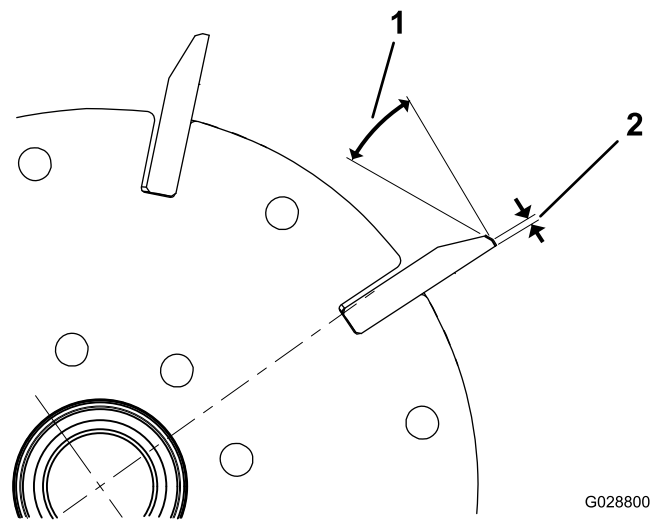
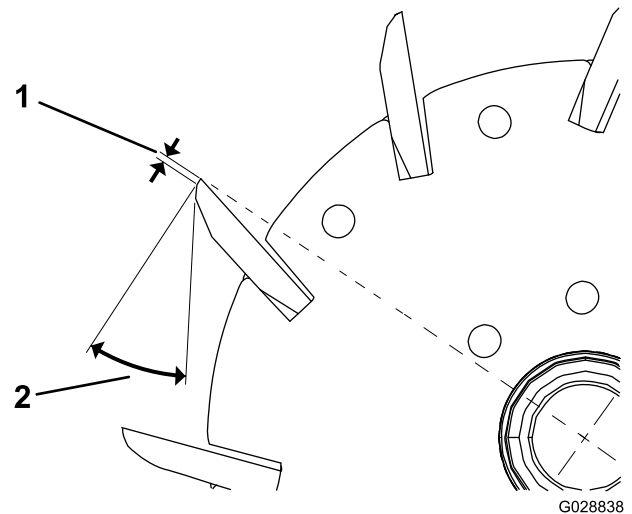

Figure 22
Figure 23
1. Créez un angle de dépouille de 30 degrés sur toutes les lames du cylindre jusqu'à obtention d'une facette de 1,3 mm de largeur (Figure 22 et Figure 23).